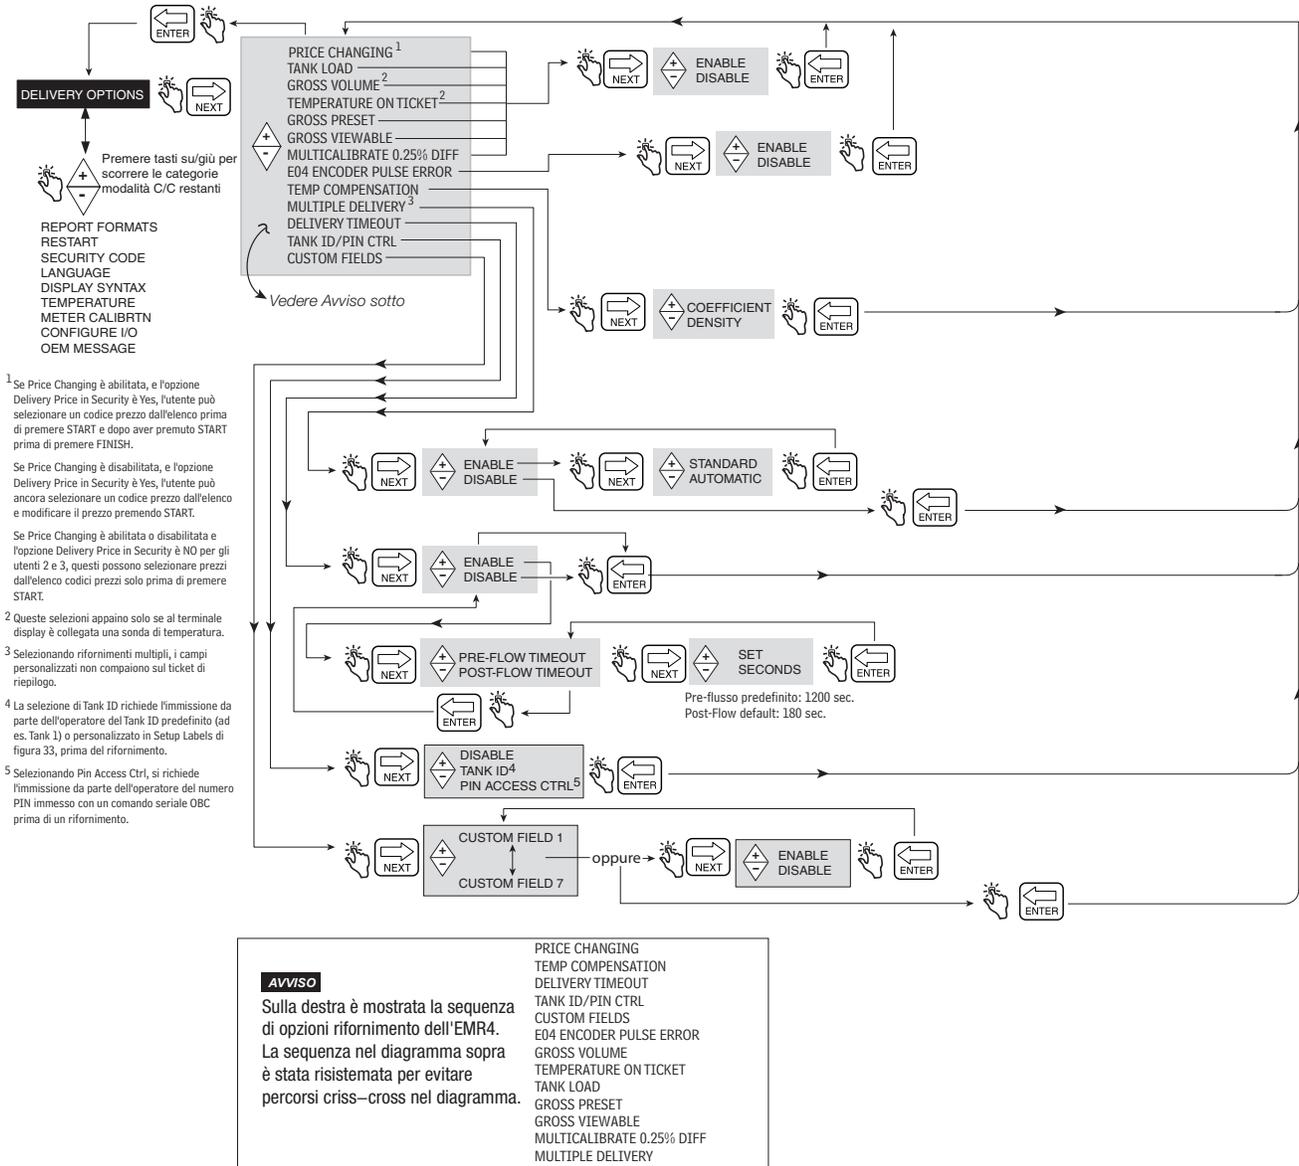

Figura 47. Delivery Options
3. Per poter modificare la densità per un dato prodotto, l'EMR4 deve essere impostato sulla modalità densità e la compensazione termica deve essere abilitata come descritto nella Figura 47, Opzioni di Delivery.
La Figura 47 illustra l'impostazione di Delivery Options nella modalità C&C. Questa opzione permette di abilitare o disabilitare la modifica dei prezzi in stato Delivery, come dai requisiti regolamentativi. In questa impostazione è inoltre possibile selezionare il coefficiente di espansione o la densità come metodo di compensazione termica per rifornimenti, abilitare il timeout rifornimenti, abilitare l'ID serbatoio, abilitare i campi personalizzati, abilitare il carico serbatoio e abilitare l'errore encoder E04 (volume lordo e temperatura nei campi ticket visibili anche quando la sonda della temperatura è collegata al termine EMR). È inoltre possibile abilitare/disabilitare le opzioni Gross Preset, Gross Viewable, Multicalibrate 0.25% Diff e Multiple Delivery.
Questi timeout possono essere abilitati o disabilitati con la funzione Delivery Timeout (vedere Figura 47).